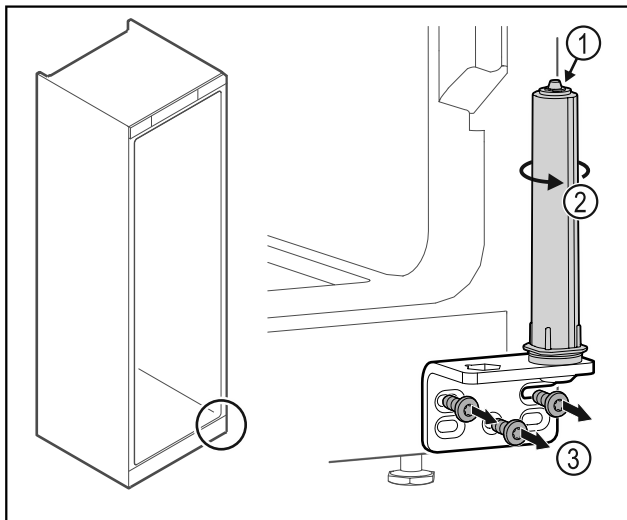

Fig. 27
- Ne pas désassembler le système de fermeture de la porte Fig. 27 (1).
- Tourner le système de fermeture Fig. 27 (2) jusqu'à entendre un clic.
- Dévisser l'équerre de la charnière Fig. 27 (3).